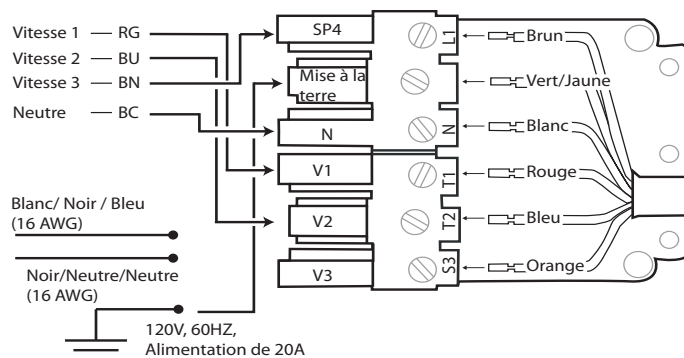

Figure 12 : Câblage de la hotte avec un ventilateur à distance
8. Branchez le ventilateur à distance aux fils du connecteur en tire-bouchon, comme illustré sur la *Figure 12*. Branchez le fil vert (de mise à la terre) du ventilateur à distance à la vis de mise à la terre de la boîte de connexion. Consultez les instructions d'installation du ventilateur pour plus de détails sur le câblage.